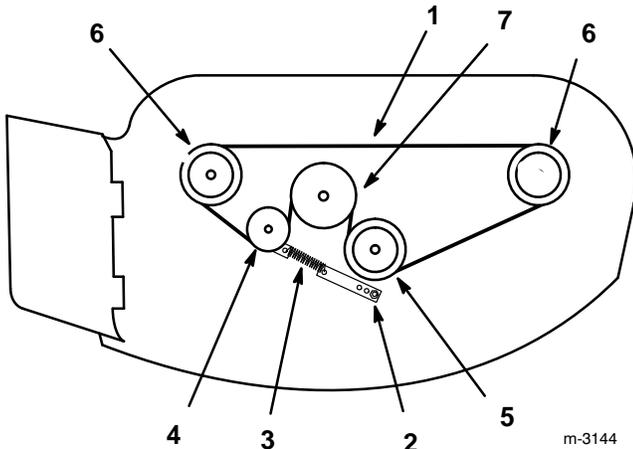

Figure 20
4. Décrocher le ressort de tension de son support pour supprimer la traction sur le bras de tension et le galet tendeur, puis retirer la courroie du plateau usée (Fig. 20).
5. Mettre en place la nouvelle courroie du plateau sur les deux poulies de lames extérieures, la poulie de tension fixe et la poulie de lame centrale (Fig. 20).
6. Raccrocher le ressort du bras de tension à son support, et le fixer à l'aide d'un écrou de blocage (Fig. 20).